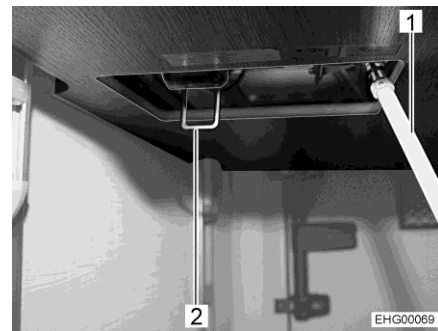

Fig. 109 Manivela en el garaje trasero
- ▷ Antes de usar la cama, asegurarse de que la palanca para el bloqueo (Fig. 109,2) se encuentre en la posición bloqueada (horizontal).
- Encajar la manivela (Fig. 109,1) en la espiga del accionamiento.
- Girar la palanca (Fig. 109,2) hacia abajo, a la posición vertical.
- Para subir la cama: girar la manivela (Fig. 109,1) en sentido de las agujas del reloj.
- Para bajar la cama: girar la manivela (Fig. 109,1) en sentido contrario a las agujas del reloj.
- Girar la palanca (Fig. 109,2) hacia arriba, a la posición horizontal.